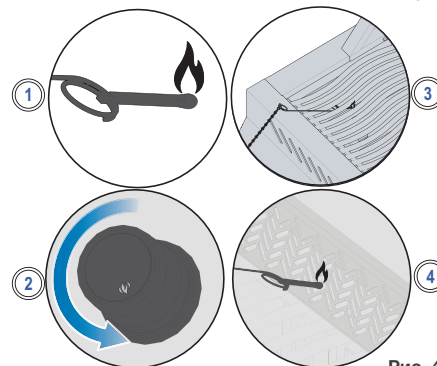

Рис. 4
3. поворачивая ручку соответствующей горелки на максимум. (Рис. 4)